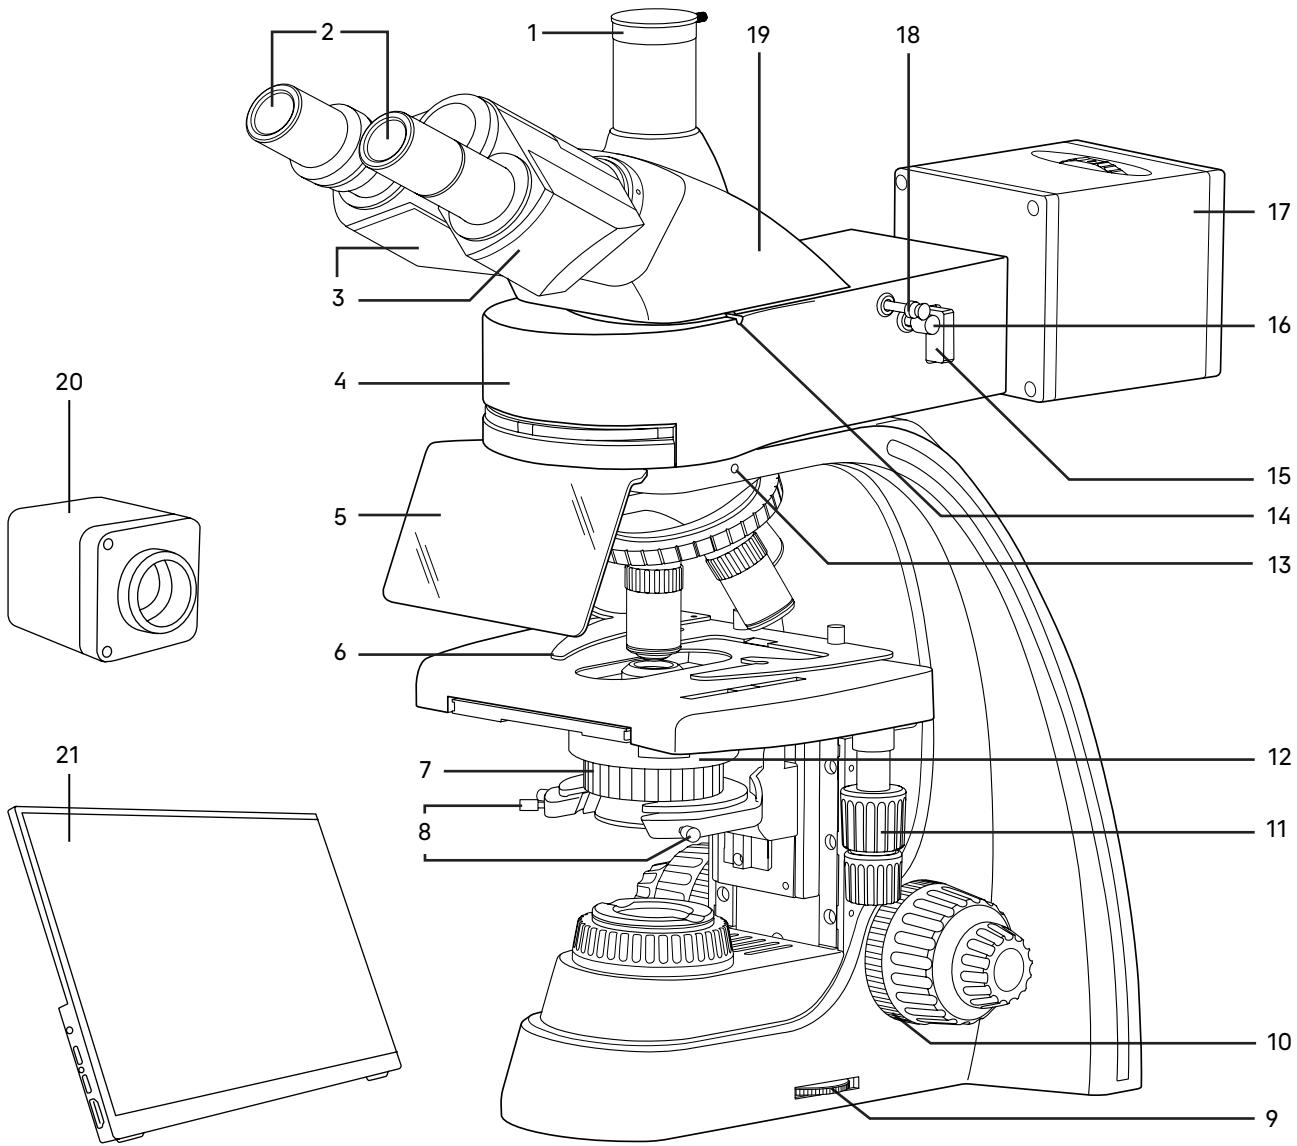
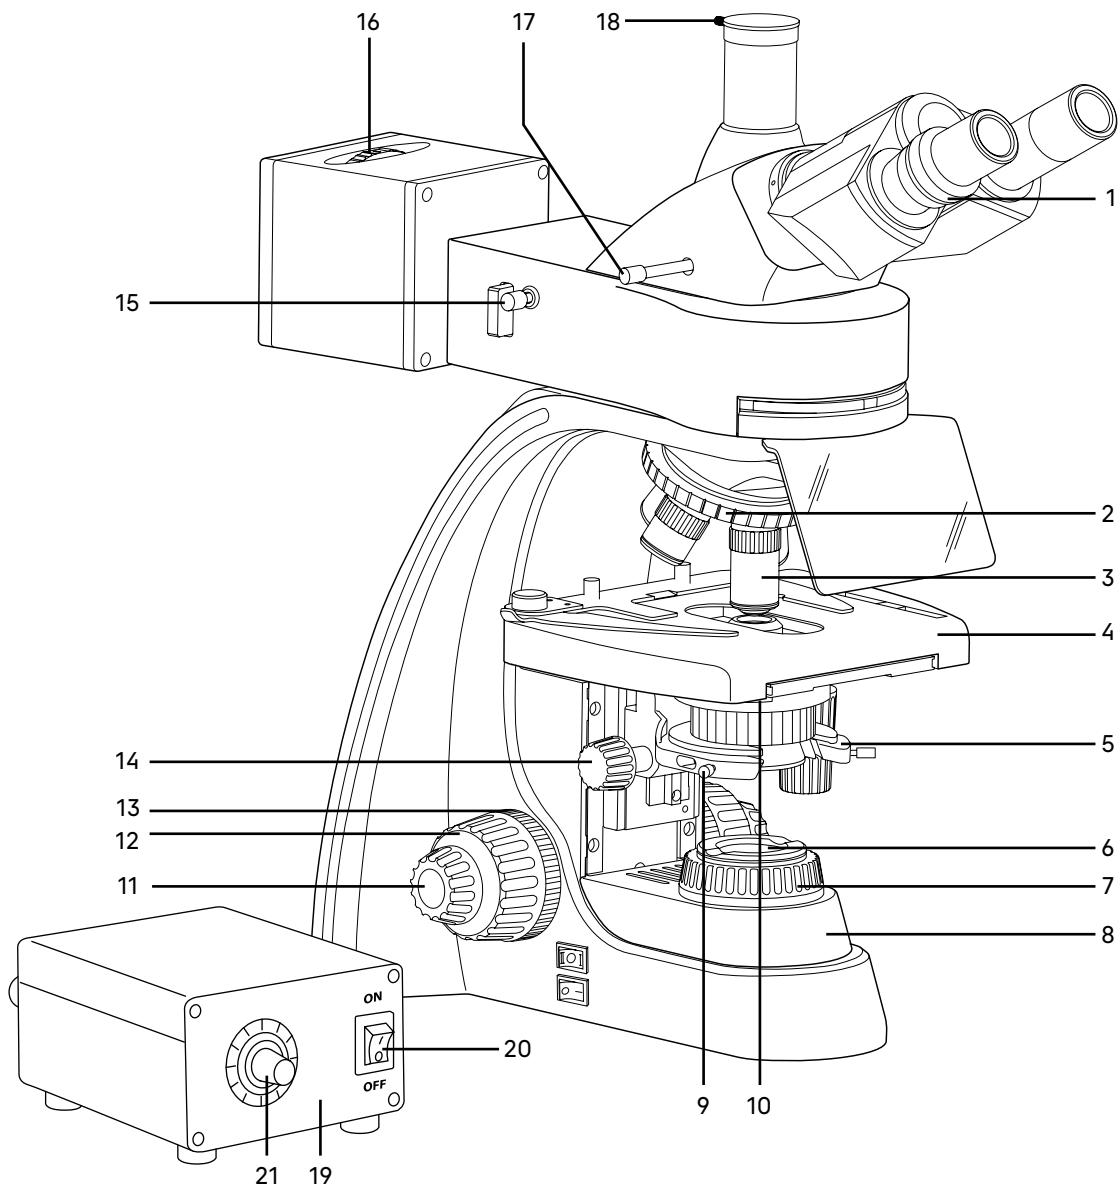

Рис. 1. Микроскоп MAGUS Lum D400L LCD. Вид справа
Рис. 2. Микроскоп MAGUS Lum D400L LCD. Вид слева
Полный состав микроскопа указан в разделе 8 данного руководства по эксплуатации. Общий вид микроскопа представлен на рис. 1 и 2.
Штатив 8 (рис. 2) представляет собой цельную конструкцию с основанием. Основание имеет Y-образную устойчивую эргономичную форму.
- револьвер 2 (рис. 2) с объективами 3 (рис. 2);
- предметный столик 4 (рис. 2);
- кронштейн конденсора 5 (рис. 2);
- коллектор в оправе с полевой диафрагмой 6 (рис. 2).
Ручка 9 (рис. 1) служит для регулировки напряжения питания источника проходящего света.
Фокусировка на объект осуществляется перемещением по высоте предметного столика 4 (рис. 2). Грубая фокусировка производится вращением коаксиальных рукояток 12 (рис. 2), которые размещены по обеим сторонам штатива.
Тонкая фокусировка производится вращением рукояток 11 (рис. 2), расположенных по обеим сторонам штатива. Тонкая фокусировка требуется для точного фокусирования на объект и для подфокусировки микроскопа на резкость изображения при смене объективов и препаратов.
Механизм регулировки жесткости хода грубой фокусировки 10 (рис. 1) – кольцо между штативом и рукояткой грубой фокусировки с правой стороны. С помощью кольца регулируется жесткость хода грубой фокусировки так, чтобы жесткость была комфортной для пользователя, но при этом столик не опускался самопроизвольно во время работы.
Рукоятка блокировки грубой фокусировки 13 (рис. 2) расположена с левой стороны. После завершения грубой фокусировки рекомендуется перевести рычаг в крайнее положение в направлении по часовой стрелке. Таким образом закрепится положение грубой фокусировки для быстрой рефокусировки после смены препарата.
Насадка 19 (рис. 1) обеспечивает визуальное наблюдение изображения объекта. Насадка устанавливается в отверстие верхнего фланца корпуса люминесцентной насадки 4 (рис. 1) и закрепляется винтом 14 (рис. 1). Насадку при установке развернуть окулярами в сторону предметного столика.
Изменение межзрачкового расстояния в насадке осуществляется разворотом окулярных тубусов 3 (рис. 1) в пределах 48–75 мм. Значение расстояния, установленного в соответствии с глазной базой наблюдателя, отсчитывается по шкале на насадке.
Механизм диоптрийной подвижки окуляров служит для компенсации аметропии глаз наблюдателя. Находится на левом окулярном тубусе – кольцо 1 (рис. 2). Второй окулярный тубус насадки неподвижный.
В вертикальный тубус 1 (рис. 1) корпуса визуальной насадки (канал визуализации) для фиксации камеры устанавливается переходник C-mount. Камера служит для вывода изображения на экран компьютера или монитор/телевизор. Переключение светового потока на вертикальный тубус производится рукояткой 17 (рис. 2). Рукоятка имеет два положения: 100/0 и 0/100.
В комплект микроскопа входят окуляры 2 (рис. 1). Окуляры имеют высокое положение выходного зрачка и предназначены для работы как в очках, так и без них.
Револьверное устройство 2 (рис. 2) обеспечивает установку пяти объективов 3 (рис. 2). Смена объективов производится вращением револьверного устройства за конусную рифленую поверхность до фиксированного положения.
Объективы 3 (рис. 2) рассчитаны на длину тубуса «бесконечность». Парфокальная высота объективов составляет 45 мм, линейное поле зрения в плоскости изображения – 22 мм. Рассчитаны для работы с препаратами с толщиной покровного стекла 0,17 мм или без покровного стекла. Микроскоп укомплектован объективами-планахроматами с увеличением 4x, 10x, 40x (люминесцентный), 100x. Дополнительно возможна комплектация объективом-планахроматом 20x и 60x и люминесцентным планахроматом 10x.
Конденсор 12 (рис. 1) установлен в кронштейн 5 (рис. 2) под предметным столиком микроскопа. Тип крепления конденсора – «ласточкин хвост». Конденсор устанавливается по направляющим при поднятом столике и опущенном кронштейне. Перемещение конденсора вдоль оптической оси микроскопа осуществляется с помощью рукоятки перемещения кронштейна конденсора 14 (рис. 2), расположенной слева от наблюдателя под столиком микроскопа. Диапазон перемещения конденсора – не менее 33 мм.
Конденсор имеет слот 10 (рис. 2) для установки слайдера темного поля или слайдера фазового контраста.
Кронштейн конденсора имеет пружинный держатель, с помощью которого двумя винтами 8 (рис. 1) конденсор центрируется в оптической оси. Фиксация конденсора в держателе осуществляется винтом 9 (рис. 2).
Ирисовая апертурная диафрагма регулируется (открывается/закрывается) кольцом 7 (рис. 1). Для достижения наилучшего качества изображения рекомендуется прикрывать апертурную диафрагму конденсора светлого поля приблизительно на 1/3 диаметра выходного зрачка объектива.
Двухкоординатный предметный столик 4 (рис. 2) обеспечивает перемещение объекта в двух взаимно перпендикулярных направлениях с помощью рукояток 11 (рис. 1), расположенных на одной оси.
У столика отсутствует выдвижная зубчатая рейка по оси X, что повышает эргономичность работы. Механизм с ременной передачей плавно перемещает объект. Объект крепится на поверхности столика препаратородержателем 6 (рис. 1), для чего прижим отводится в сторону. Препаратородержатель крепится к столику при помощи двух винтов. При снятом препаратородержателе объект можно перемещать рукой.